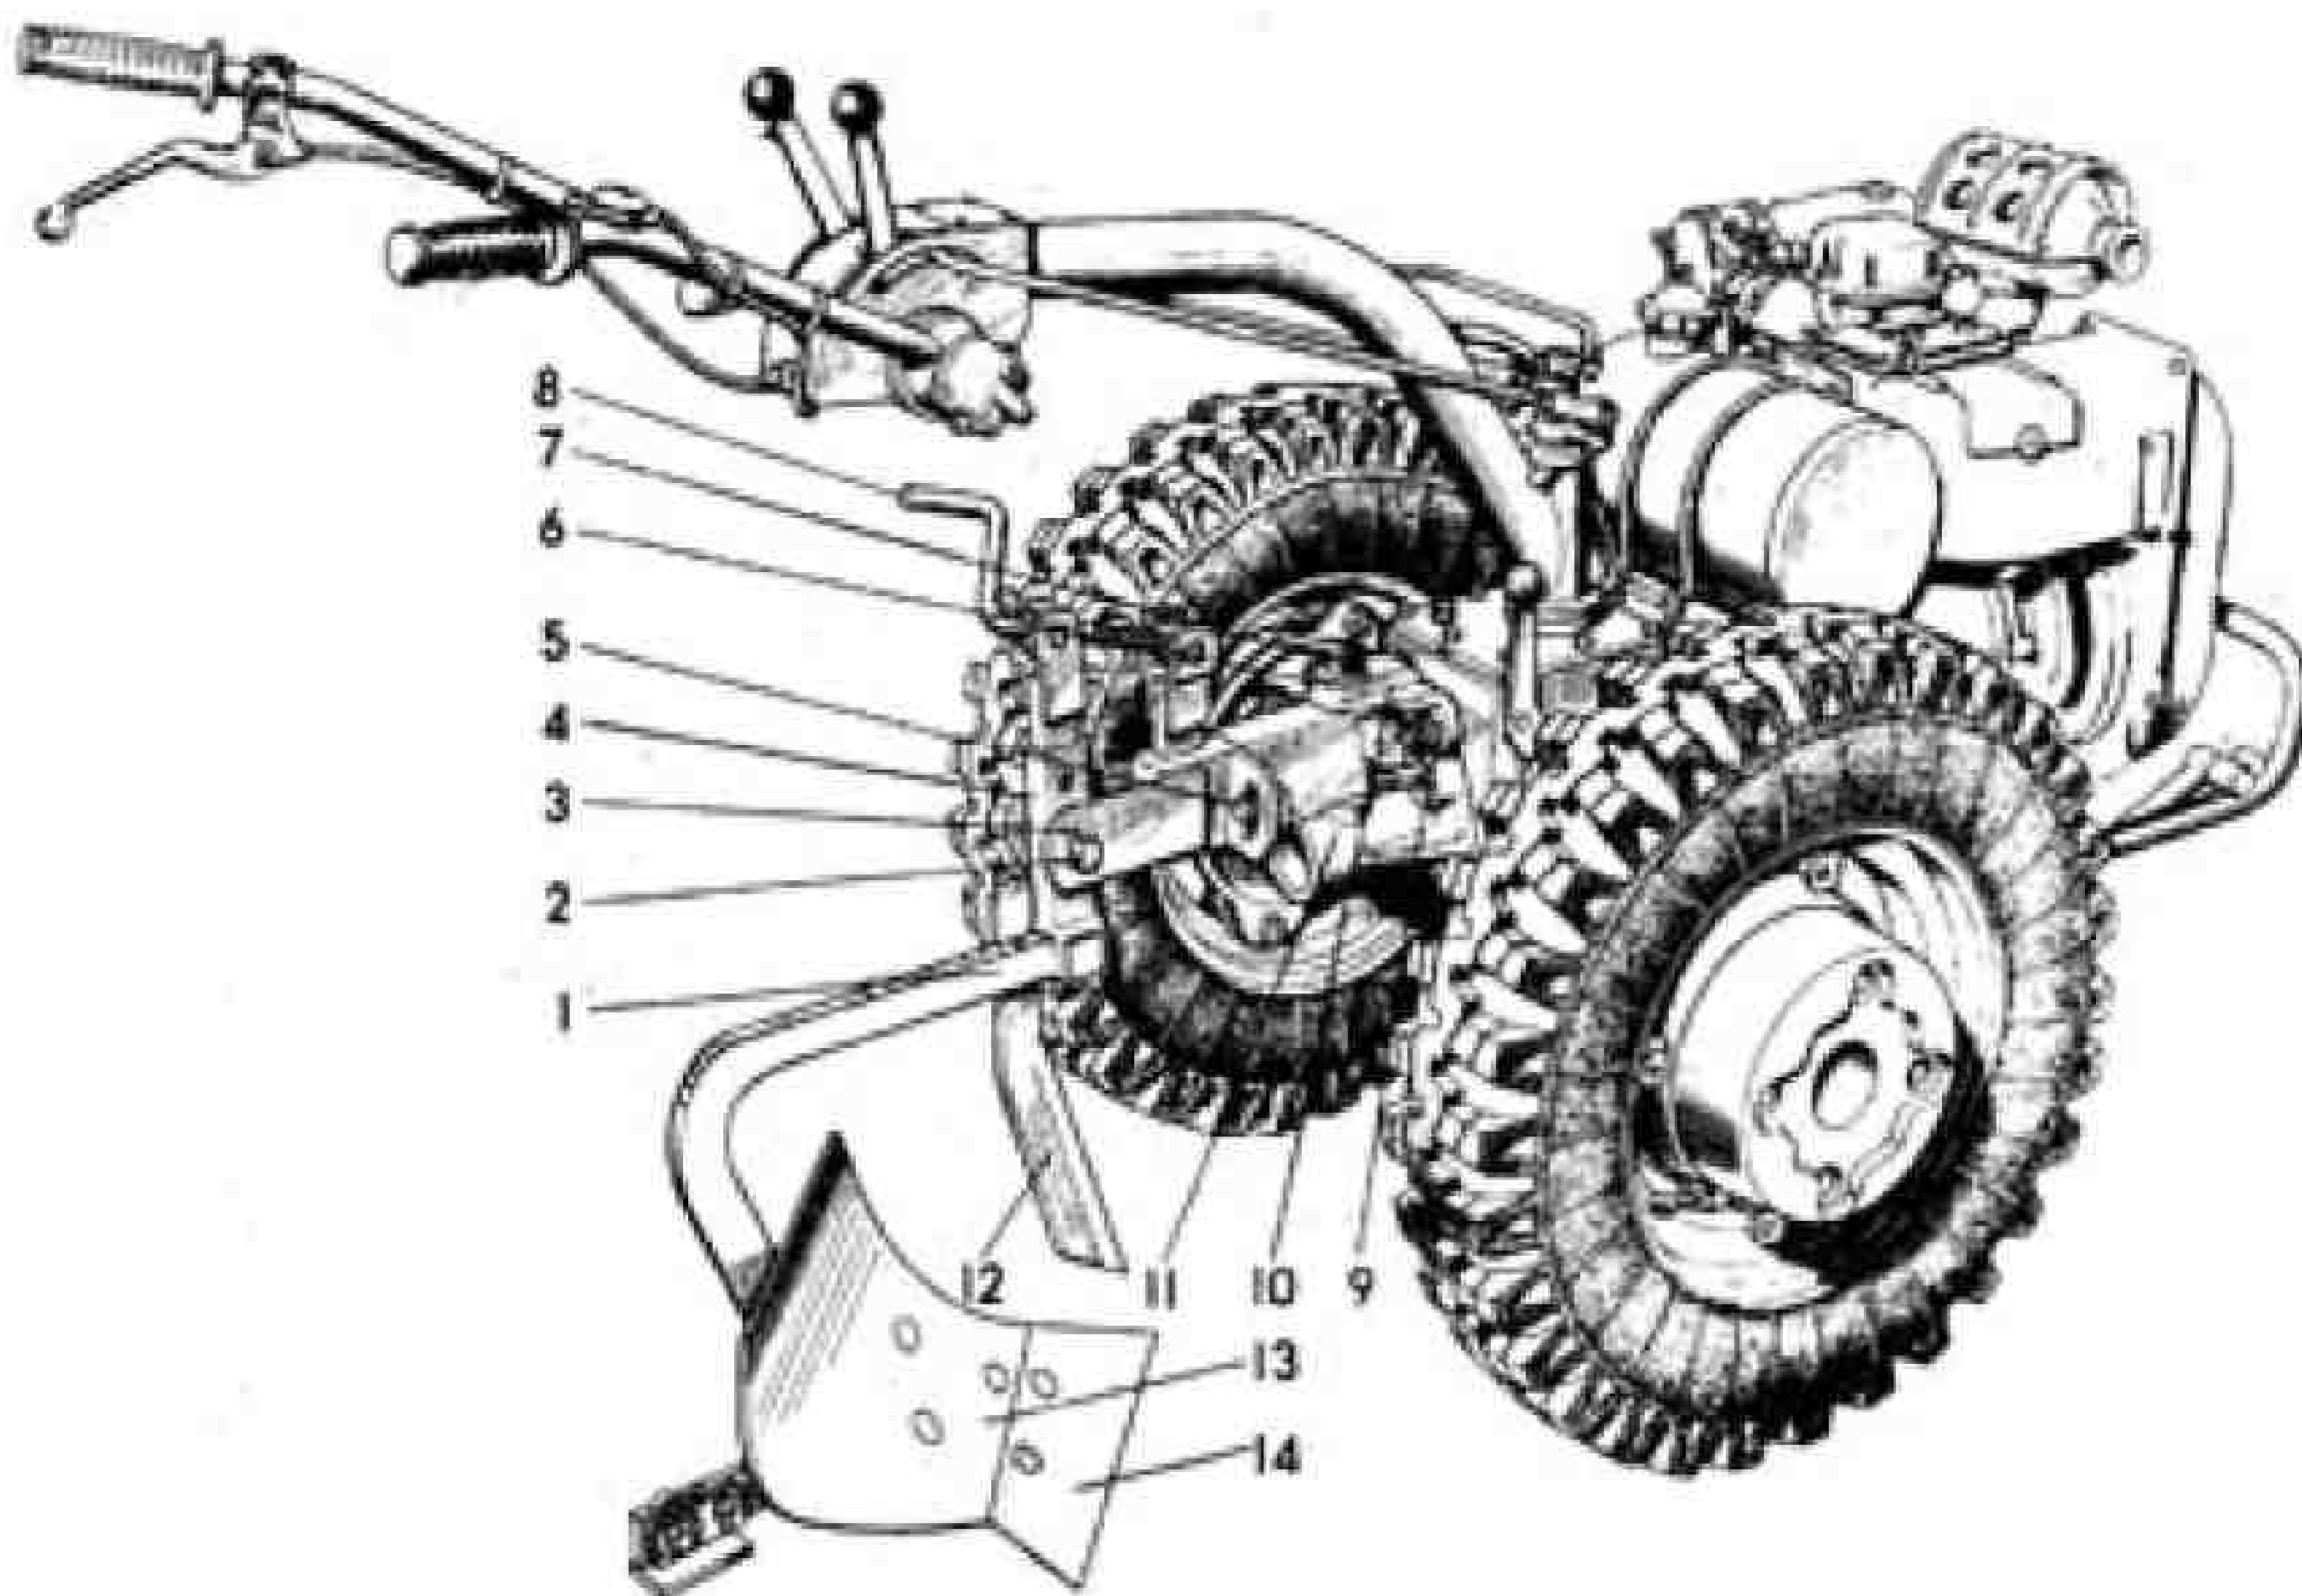
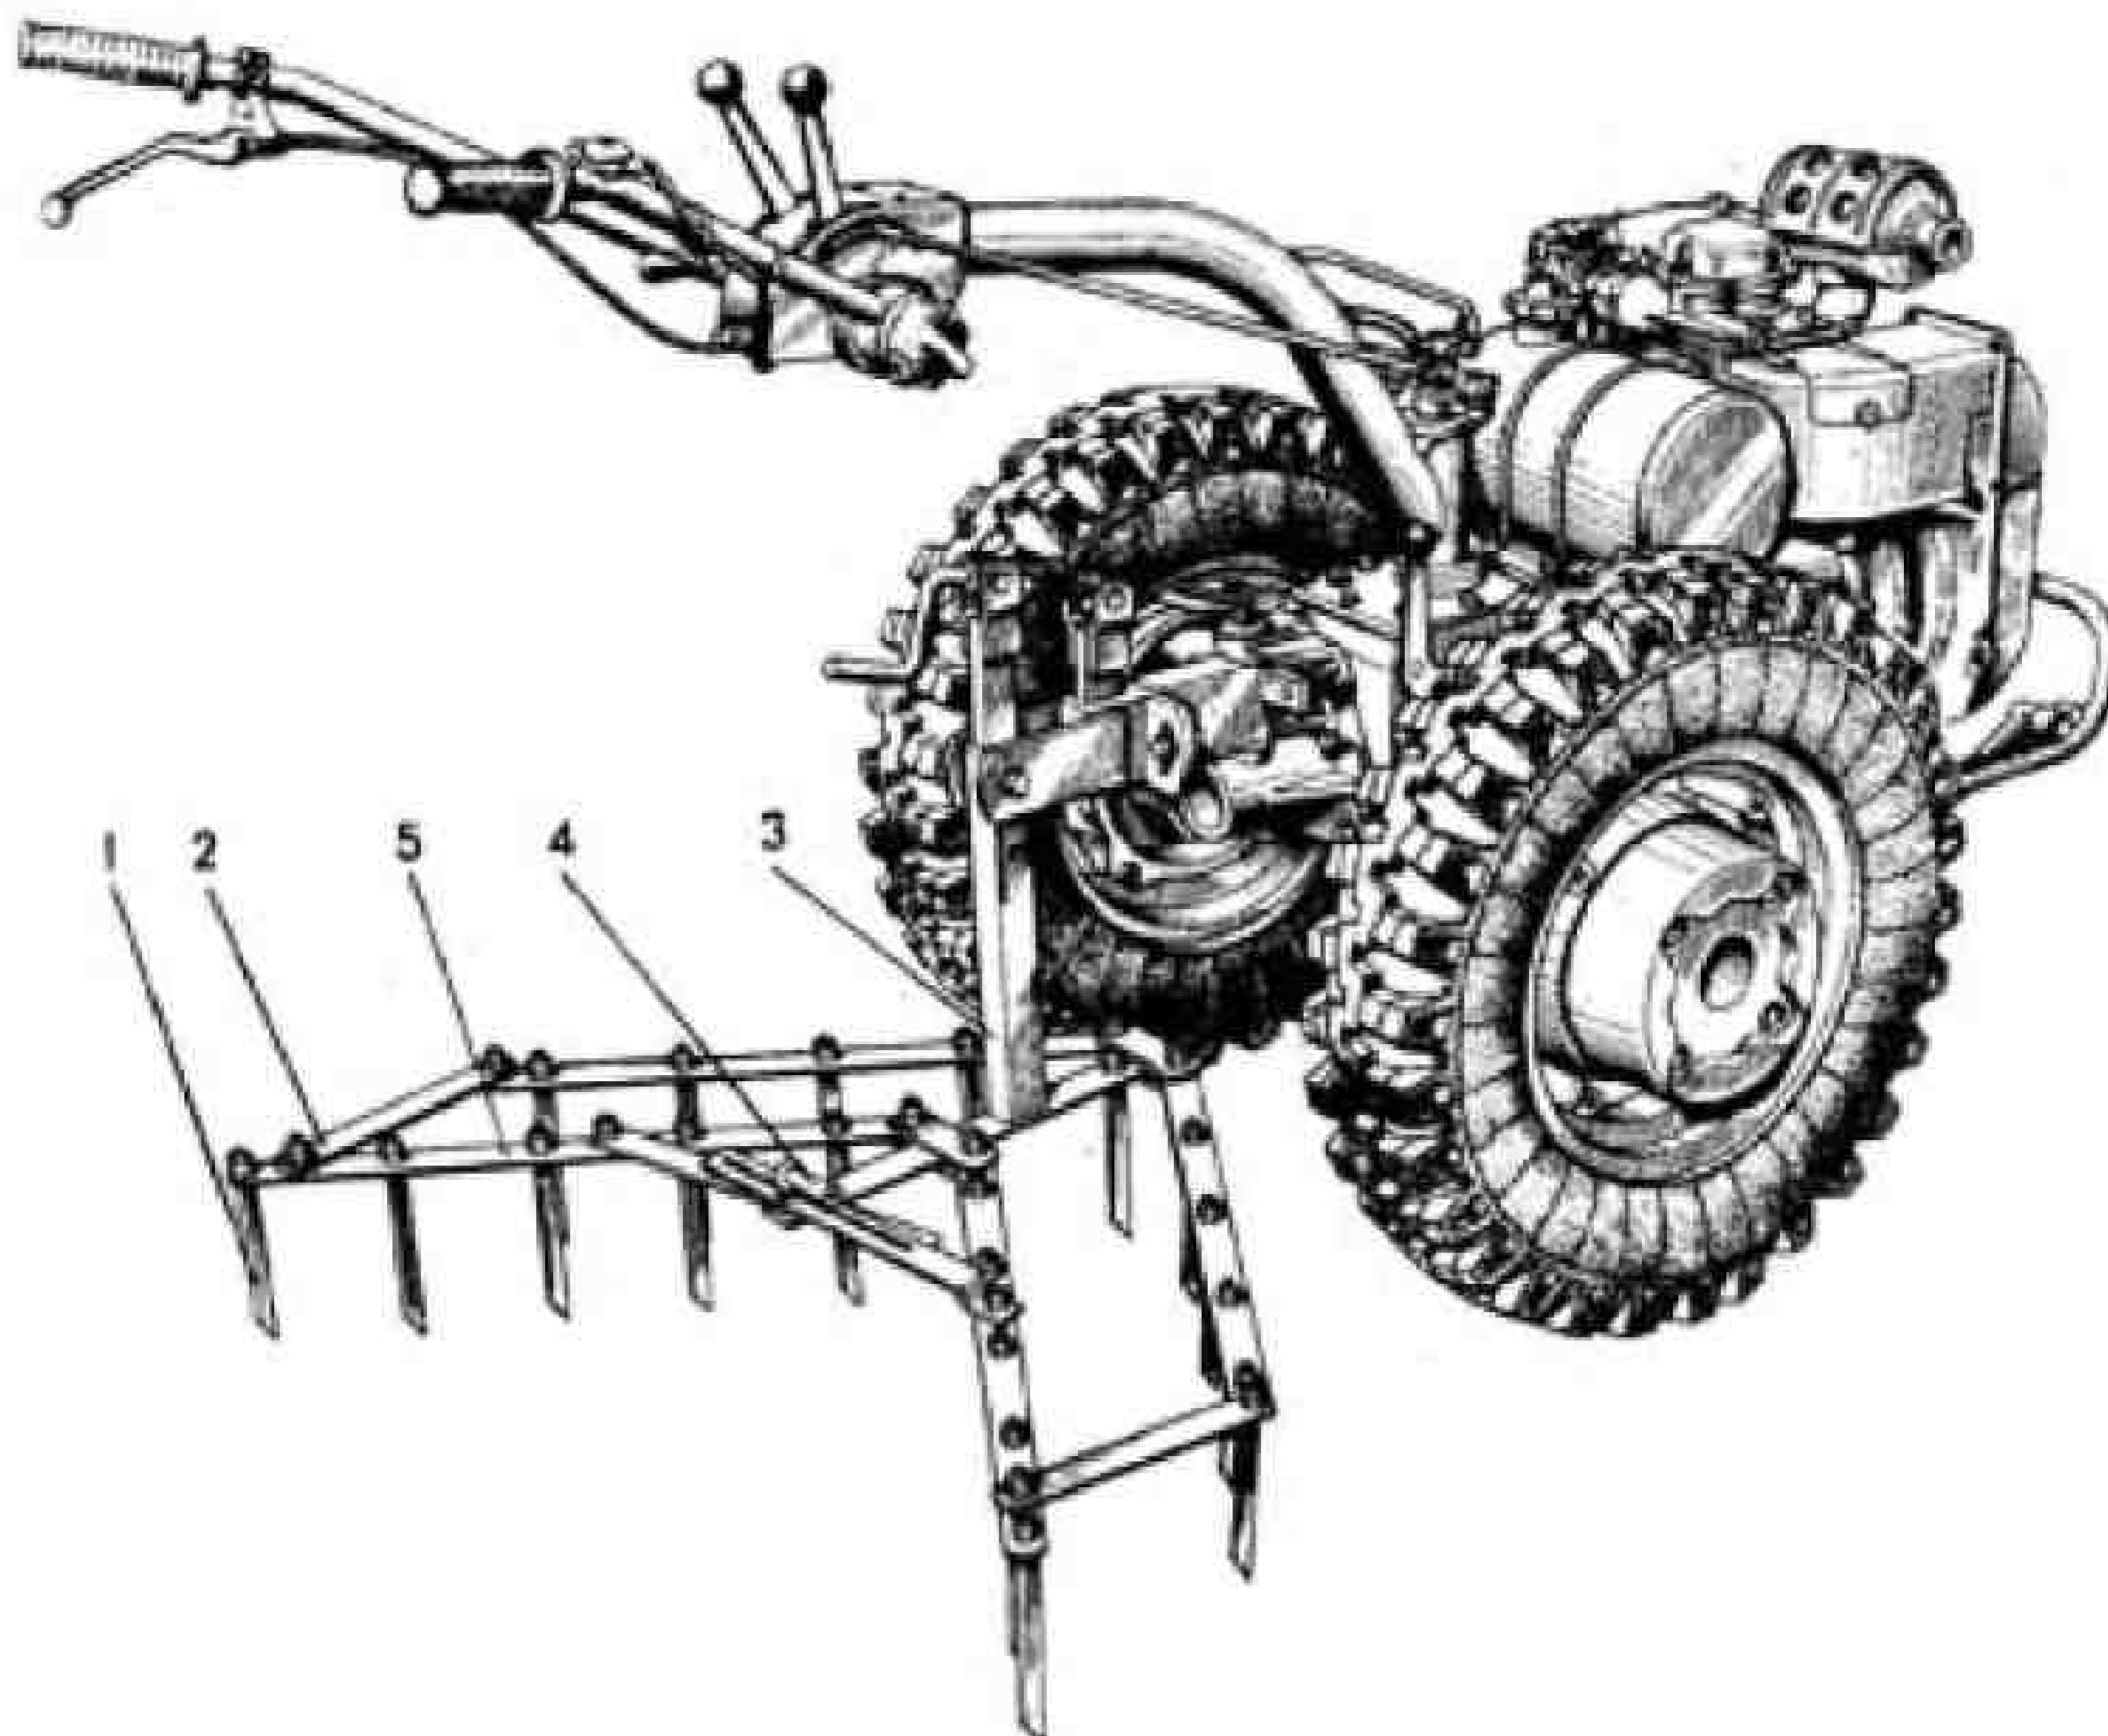
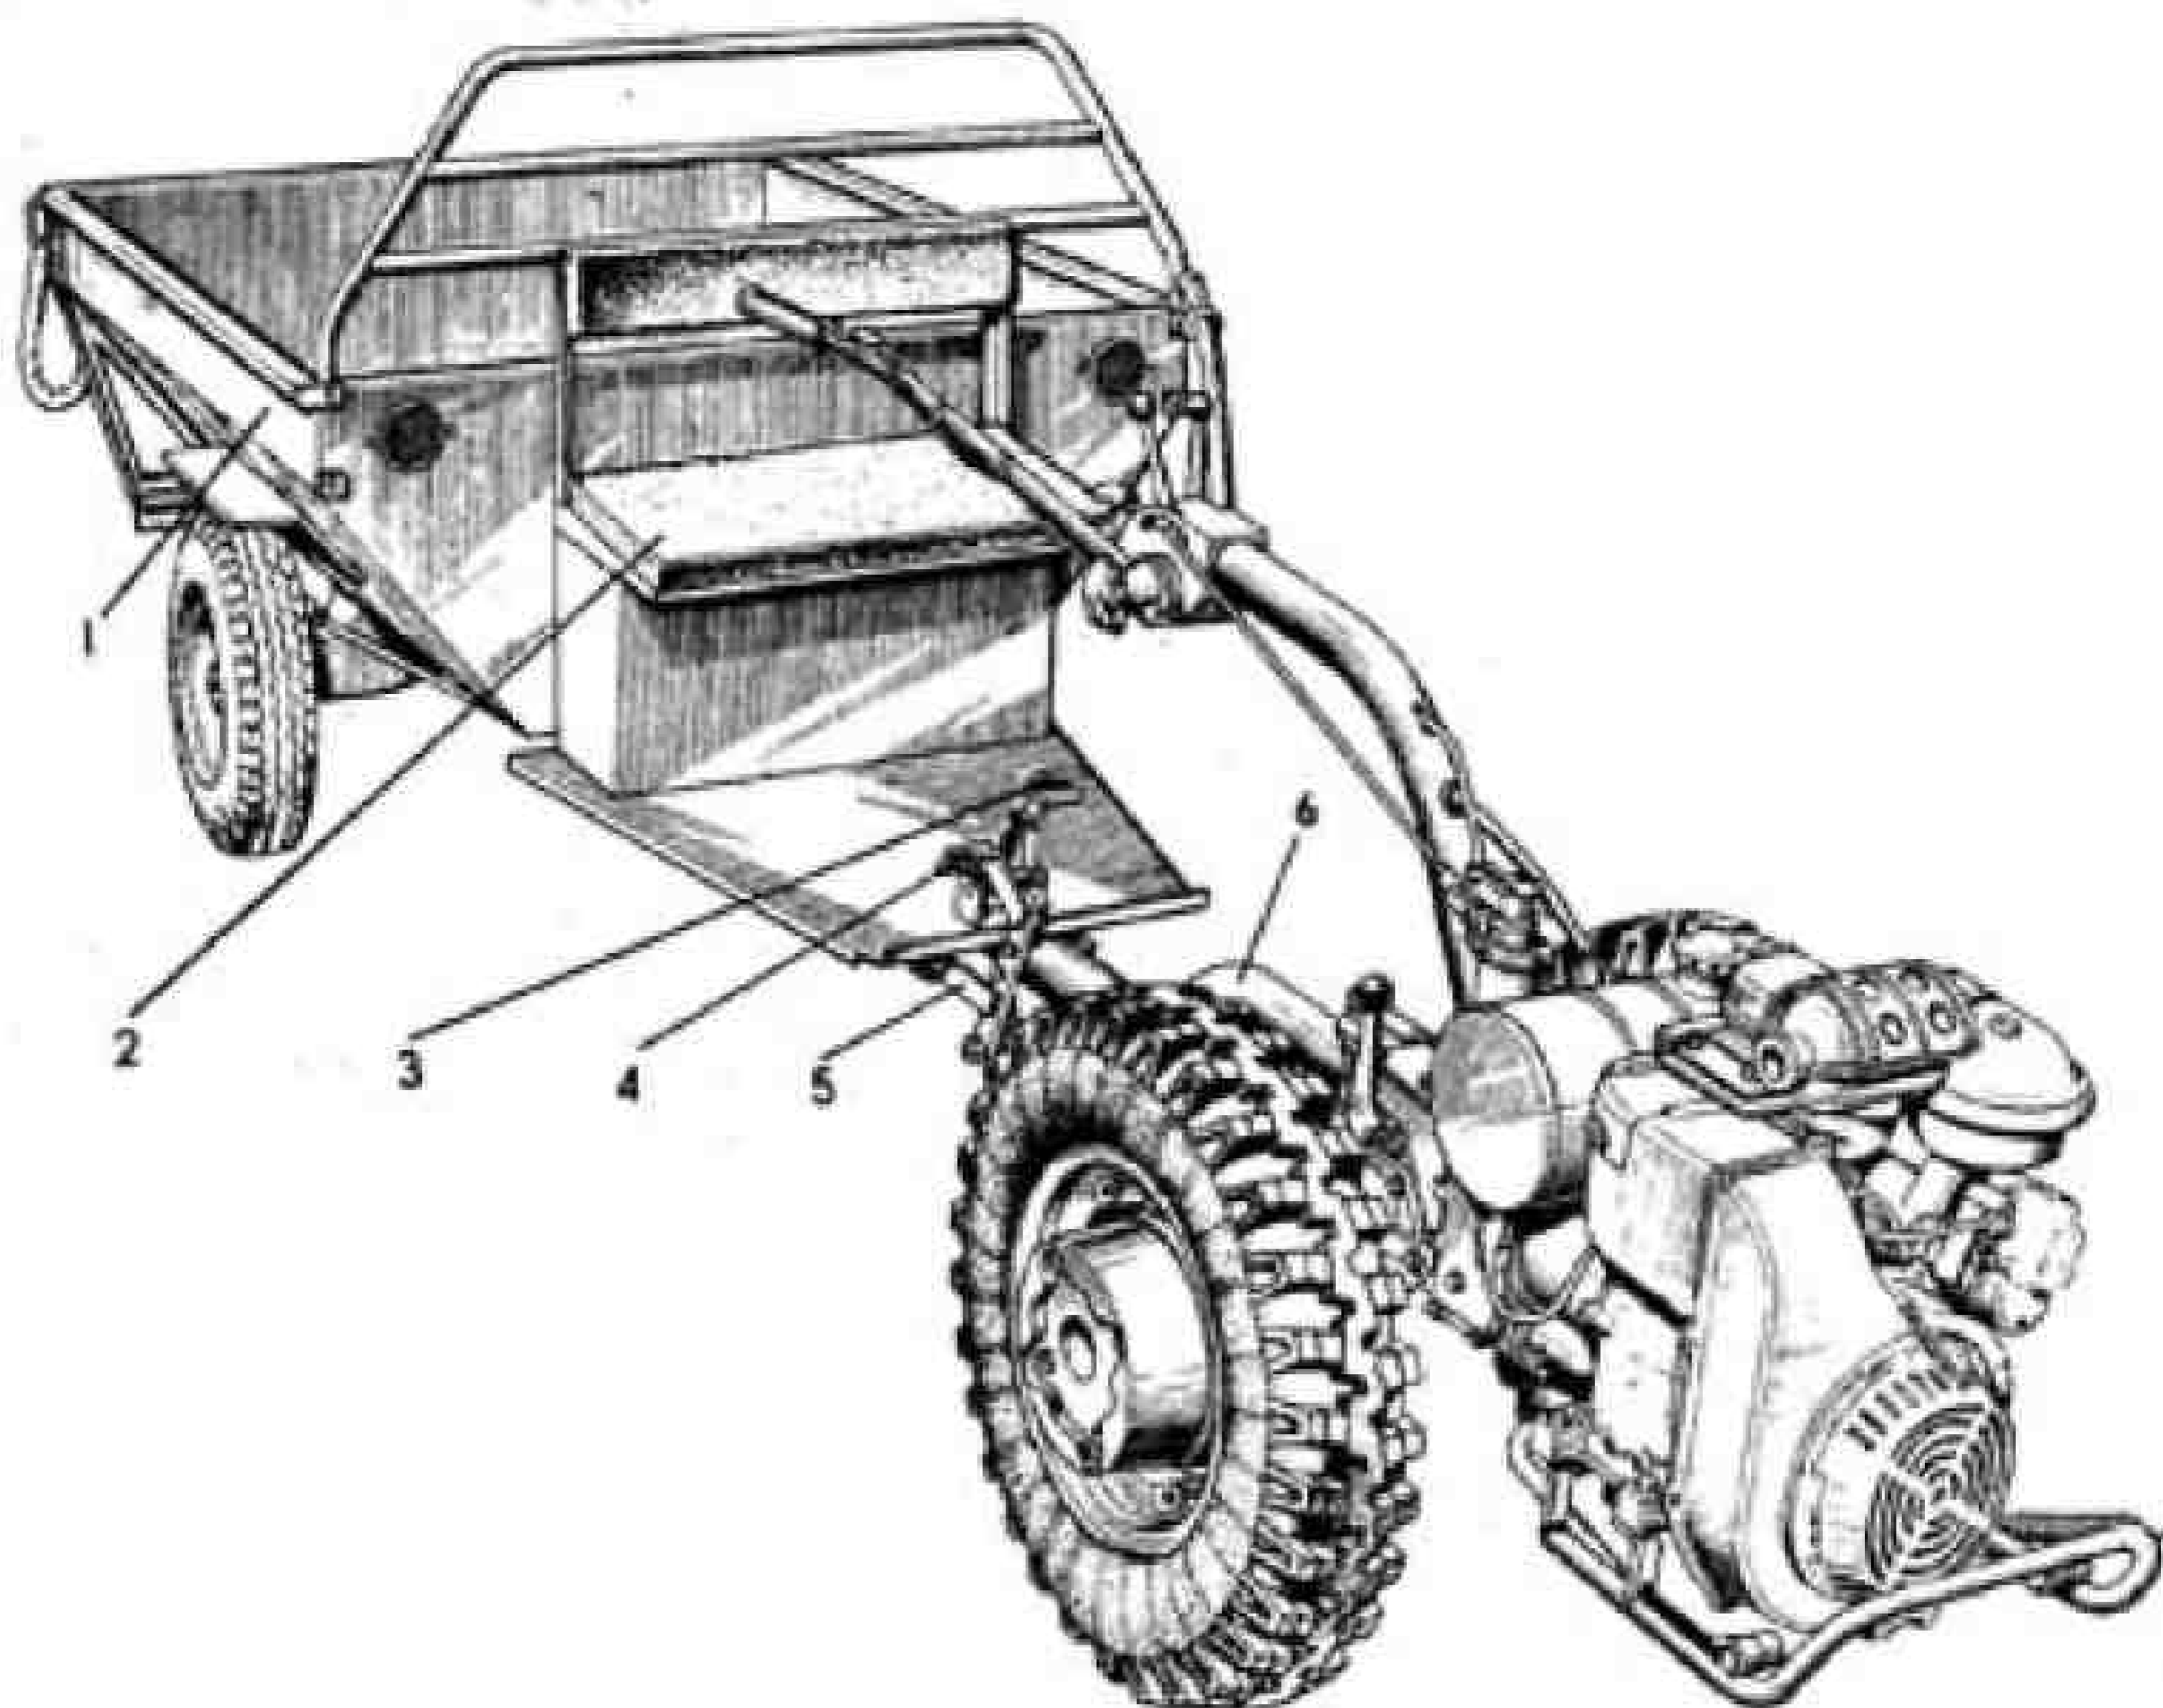

Рисунок 19 – Мотоблок в агрегате с плугом
Рисунок 22 – Мотоблок в агрегате с бороной
Рисунок 23 – Мотоблок в агрегате с прицепом
Для подготовки мотоблока с плугом к работе (рис. 19) выполните следующие операции:
7.2.1 Установите универсальную сцепку 3 (рис. 19) на плуге в рабочее положение и закрепите болтом 2. Вращая рукоятку 8, установите подвижные части сцепки в одну линию с неподвижными, а с помощью шкворня 7 присоедините плуг со сцепкой к прицепной скобе 10 и зафиксируйте шкворень чекой 6.
7.4.6 Если при работе мотоблок уводит вправо, проверьте крепление подпятников. Если они на месте, то болтом 5 сектора (рис.19) приподнимите на 1-2 см правый окучник, зажмите болт и проверьте в работе.
Рукояткой 8 сцепки (рис.19) отрегулируйте положение бороны так, чтобы ее зубья в рабочем положении были равномерно заглублены. Ширину захвата бороны устанавливайте рукояткой 4 (рис.22).
7.8.2 Присоедините дышло 6 (рис.23) при помощи шкворня 7 (рис.19) к прицепной скобе мотоблока, шкворень зафиксируйте чекой 6. Подставку 5 (рис.23) прицепа поднимите и закрепите в горизонтальном положении с помощью пальца.